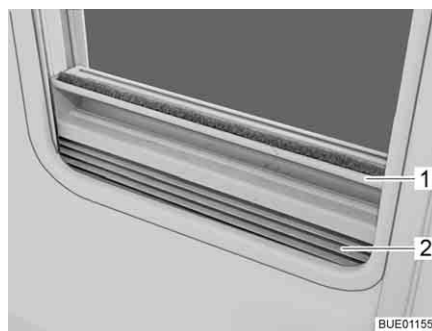

Bild 43 Faltverdunklung
- Schließen:** ■ Die Faltverdunklung (Bild 43,2) in der Mitte der Griffleiste (Bild 43,1) fassen, von unten nach oben ziehen und auf der gewünschten Höhe loslassen. Die Faltverdunklung bleibt in dieser Höhe stehen.